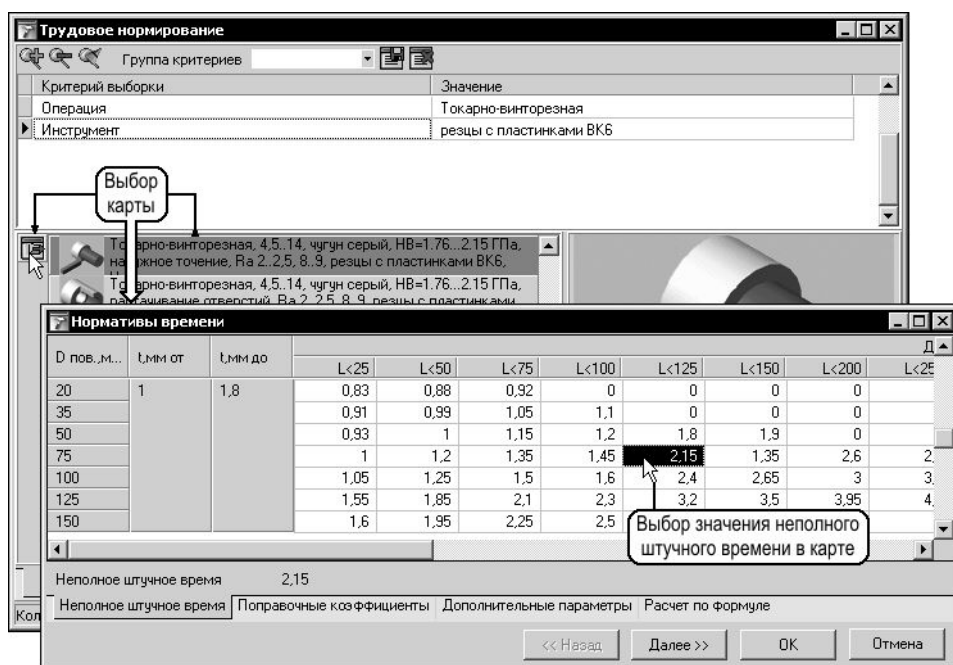

Рис. 10.17. Запуск процедуры расчета по выбранной карте
- нажатием кнопки **Выбрать карту**, расположенной в левом верхнем углу окна списка (рис. 10.17).
Вкладка **Неполное штучное время** (рис. 10.17) хранит таблицу нормативов времени (ячейки с белым фоном) и параметры обработки (ячейки с серым фоном). Пользователю предоставлена возможность фильтрации данных по параметрам обработки: дважды щелкните левой кнопкой мыши на одном из параметров обработки. Для выбора значения неполного штучного времени щелкните мышью на ячейке таблицы с неполным штучным временем и нажмите кнопку **Далее >>**.
Для удобства работы с таблицей можно ограничить отображение данных одним столбцом или одной строкой (группой строк), дважды щелкнув мышью на заголовке столбца или строки. Например, чтобы в таблице, показанной на рис. 10.17, оставить для выбора только значения времени для диаметра $D_{пов} = 75$ мм, следует дважды щелкнуть мышью на серой ячейке «75». Чтобы вернуть отображение всей таблицы, повторите двойной щелчок мыши на заголовке строки (столбца).
При этом запускается приложение «Трудовое нормирование по укрупненным нормам», которое автоматически загружает для расчета карту, выбранную на вкладке **Трудовое нормирование** (см. рис. 10.17 в подразделе 10.5.3)